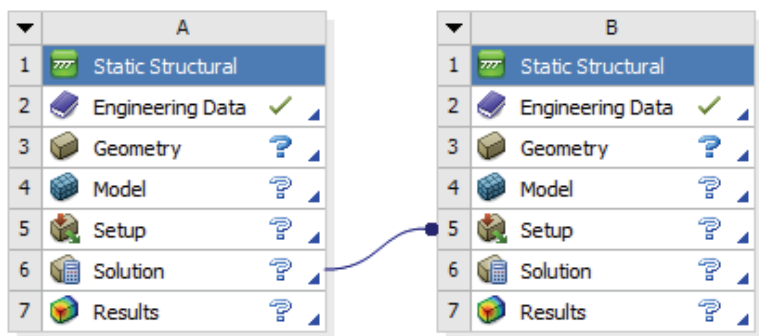

图 21-2 分析项目
4) 在分析项目 A 中, 拖拽 Solution 至分析项目 B 的 Setup 上, 显示红色方框时, 这时分析项目 A 的求解数据将会作为输入导入到项目 B 中, 如图 21-2 所示。